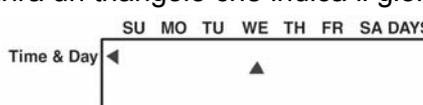

fig. 12
- 2) spostarlo con i tasti  $\downarrow\uparrow$  fino al giorno corrente (fig. 12)